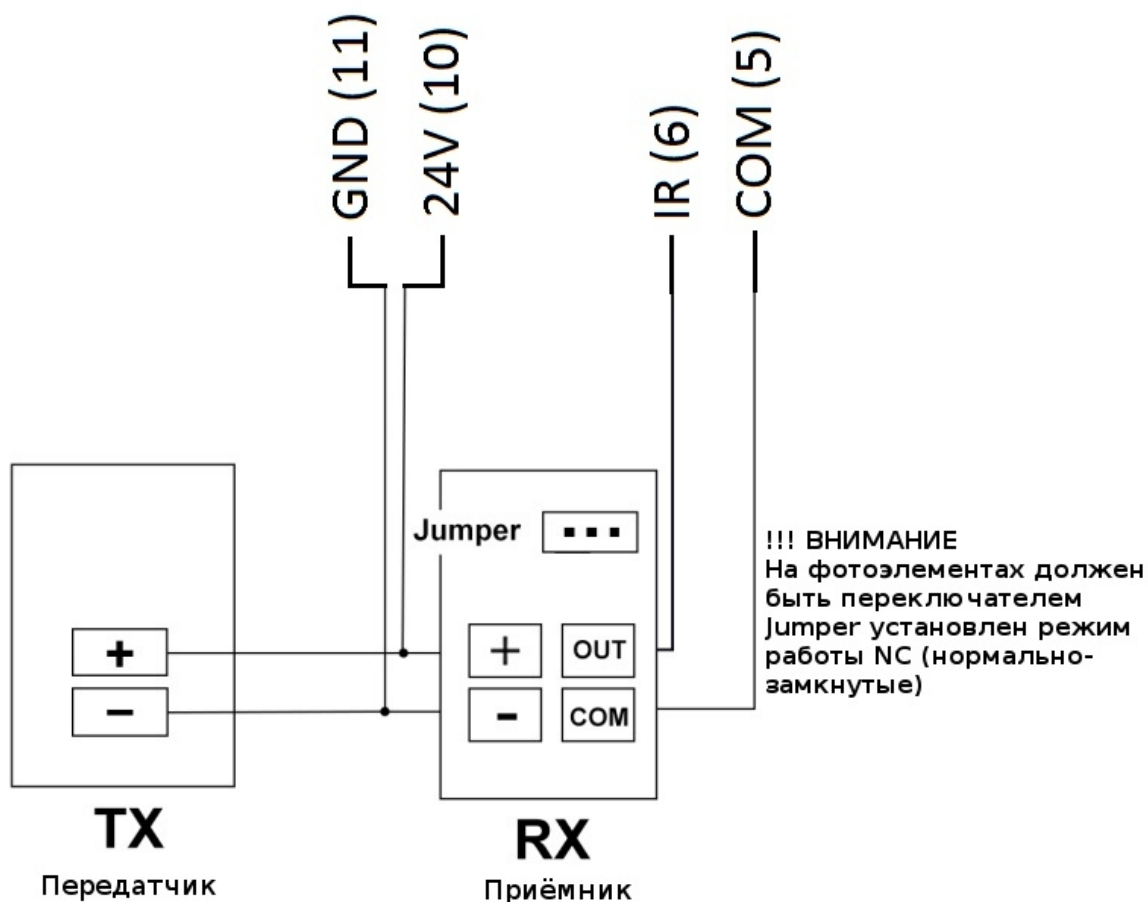

Рис. 10. Подключение фотоэлементов
Подключите клемму COM на приёмнике фотоэлементов RX к клемме COM (5) на плате управления приводом. Подключите клемму OUT на приёмнике фотоэлементов RX к клемме IR (6) на плате управления приводом. Далее подключите клемму “ + ” приёмника RX и передатчика TX фотоэлементов к клемме 24V (10) платы управления приводом. Затем подключите клемму “ - ” приёмника RX и передатчика TX фотоэлементов к клемме GND (11) платы управления приводом (см. Рис. 10).
ВНИМАНИЕ !!! Джампер (переключатель) NO/NC на фотоэлементах установить в положение NC (нормально-замкнутые) (см. Рис. 10). При настройке платы управления в пункте меню PD необходимо установить настройку режима работы фотоэлементов в положение 0 что означает NC (нормально-замкнутые) (см. Раздел 6.1.).